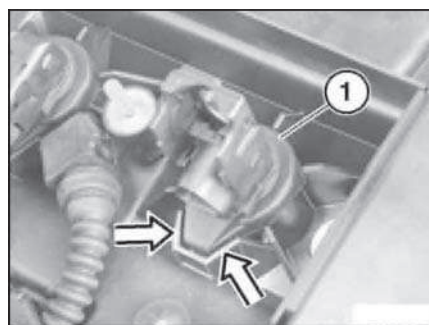

Рис. 6.129. Уплотнитель
Установку катушек зажигания следует проводить в обратном порядке, при этом необходимо проверить положение резинового уплотнителя (стрелки, рис. 6.129) катушки зажигания (1)